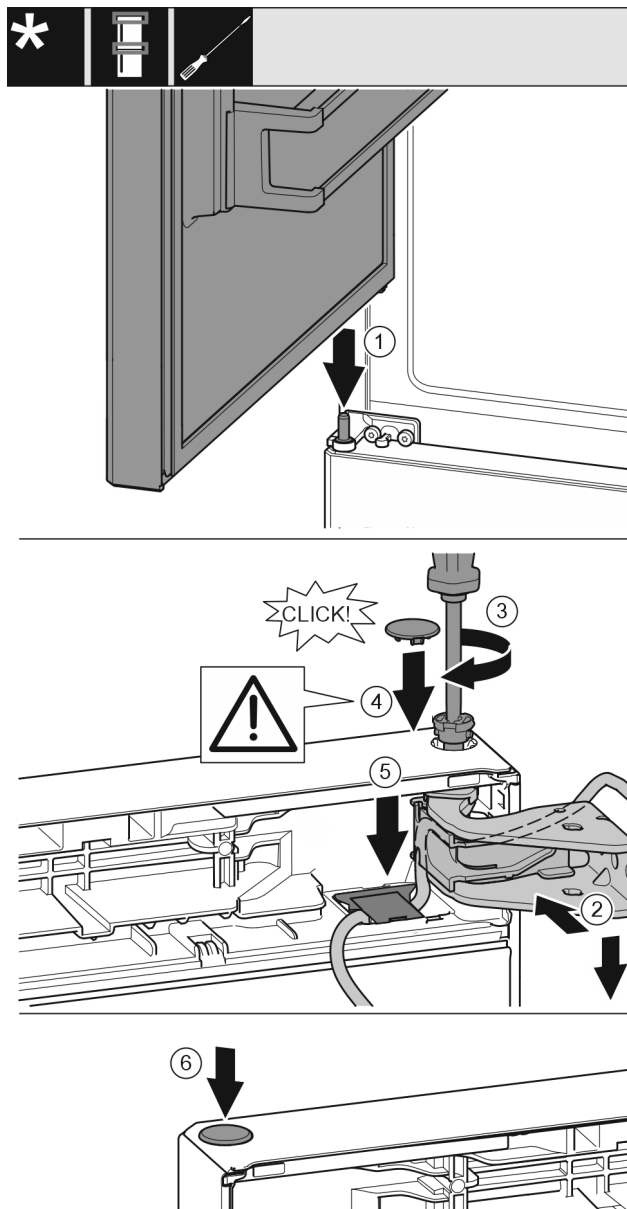

Fig. 30
- ▶ Zgornja vrata postavite na srednji ležajni sornik Fig. 30 (1)
- ▶ Vrata zgoraj naravnajte k odprtini v ležajnem podstavku. Fig. 30 (2)
- ▶ Vstavite sornik in ga privijte z izvijačem T15. Fig. 30 (3)
- ▶ Montirajte varovalni pokrov za varovanje vrat: Vstavite varovalni pokrov in preverite, če se nalega na vrata. V nasprotnem primeru sornike vstavite v celoti. Fig. 30 (4)
- ▶ Vstavite pokrov in ga potisnite navzdol, da se zaskoči. Fig. 30 (5)
- ▶ Vstavite čep. Fig. 30 (6)